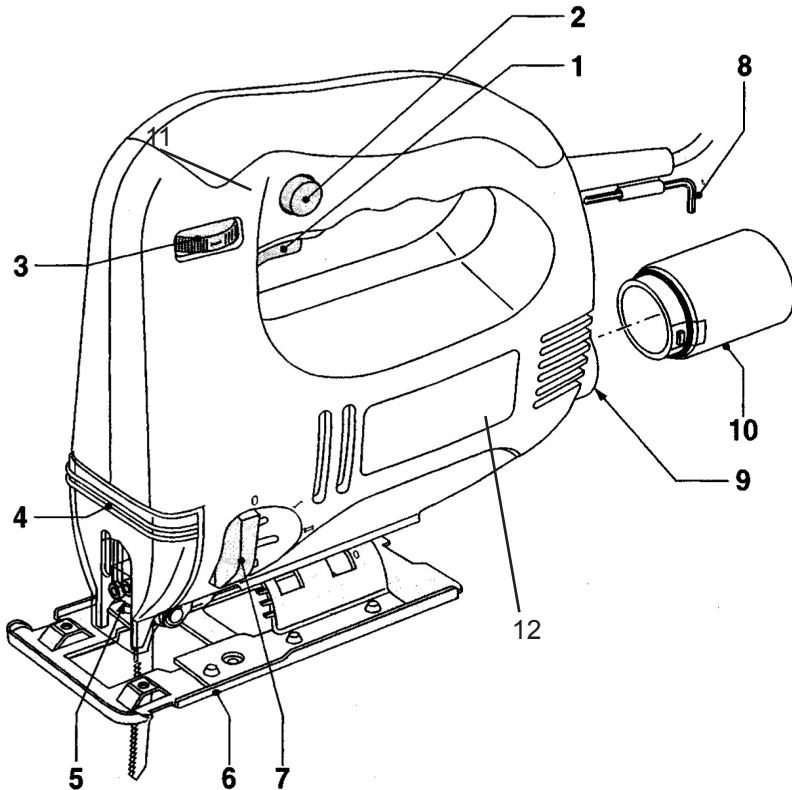

Рис.1
Лобзик складається з таких основних частин (Рис.1):
5.5. Використання маятникового перемикача (Рис. 1).
5.6. Використання адаптера пилезбірника (Рис.1).
5.7. Включення та виключення лобзика (Рис. 1).